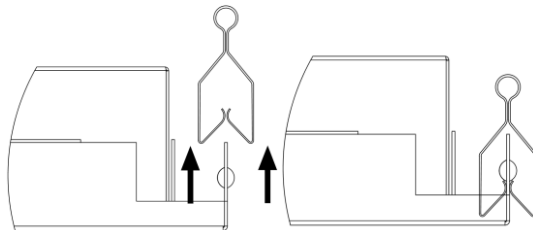

Рисунок 3 — Установка светильника Geniled серии Office Clip-In на подвесную конструкцию.
- 5.5. Установите светильник Geniled на монтируемое место. При этом «уши» рамки с заклепками необходимо завести в пазы направляющих конструкции потолка (см. рисунок 3). Следите за тем, чтобы кабель не оказался зажат между элементами конструкции потолка и светильника. Убедитесь, что светильник надежно закреплен на потолке. В противном случае светильник